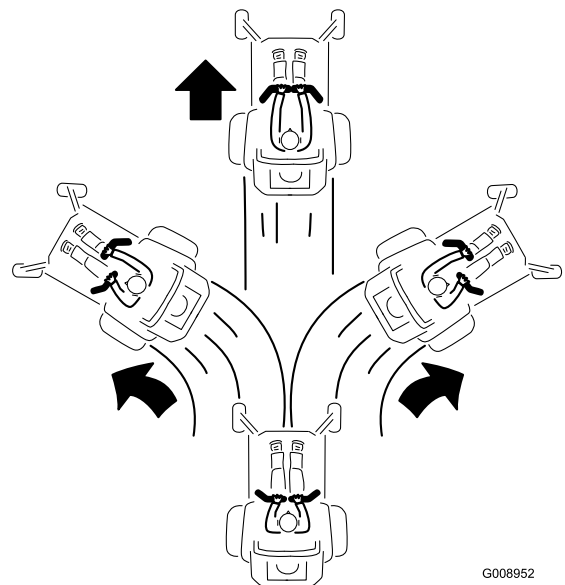

Figure 20
- Pour vous déplacer en marche avant, poussez lentement les leviers de commande de déplacement vers l'avant (Figure 20).